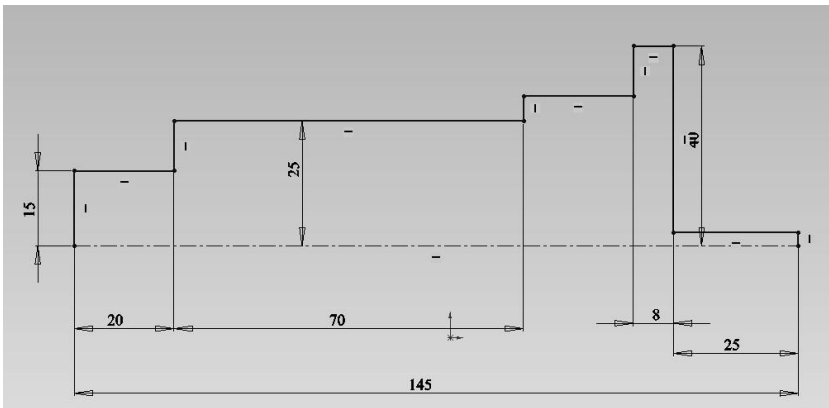

Рисунок 5.9 - Креслення ступінчастого валу
- побудувати ступінчастий вал (рис. 5.9);